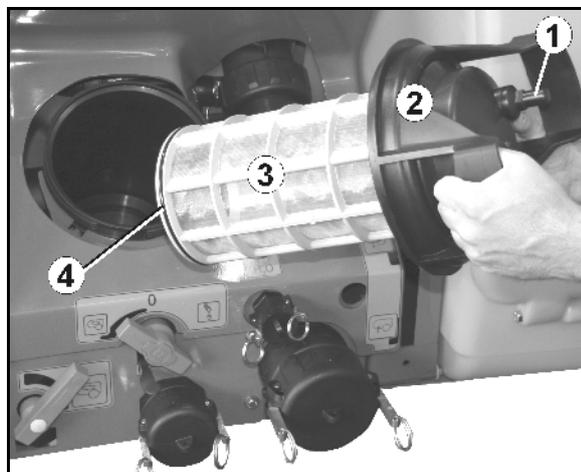

Fig. 128
Reinigen Sie den Saugfilter (Fig. 128) täglich nach dem Spritzbetrieb.
5. Deckel des Saugfilters lösen (Fig. 128/2).
6. Entlastungsventil am Saugfilter betätigen (Fig. 128/1).
7. Deckel mit Saugfilter (Fig. 128/3) abnehmen und mit Wasser reinigen.
- Fetten Sie den O-Ring unten am Saugfilter (Fig. 128/4).